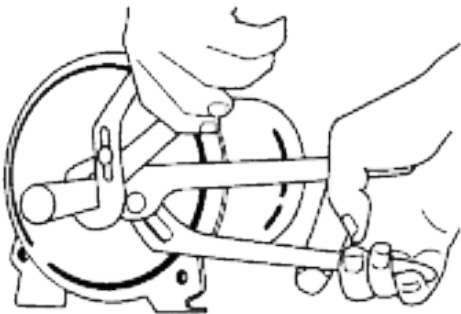

Figure 17 : Retirer le venturi
4. Sur les modèles de 1/2 HP, dévissez le tube de venturi de la impulseur. Sur les modèles de 3/4 et de 1 HP, le tube de venturi est vissé dans la carcasse de la pompe (figure 17).